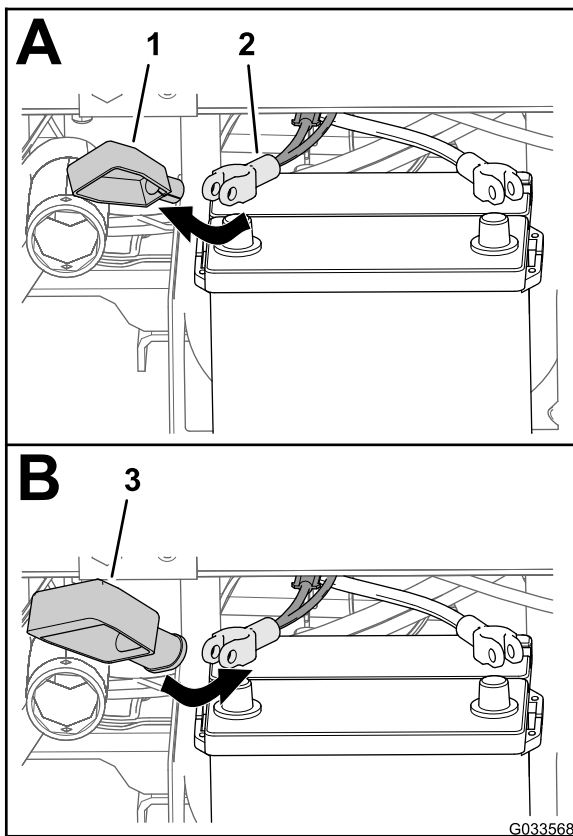

Figura 26
2. Îndepărtați capacul (îngust) de pe cablul pozitiv al bateriei (Figura 26).
3. Instalezi capacul lat al bateriei peste cablul pozitiv al bateriei, aa cum este indicat în Figura 26.